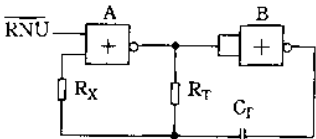

图 2-35
(3) 逻辑门方波振荡电路如图 2-35 所示, 它受控于 \overline{RNU} 信号。当 \overline{RNU} 为高电平(H)时, A 门被锁定为低电平(L), 电路停振; 当 \overline{RNU} 为低电平时, 电路振荡而产生方波。